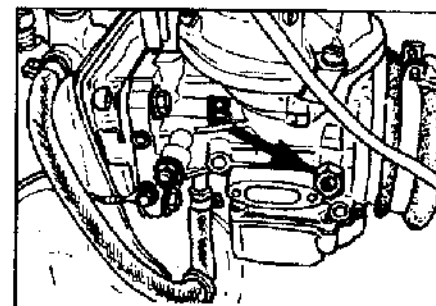
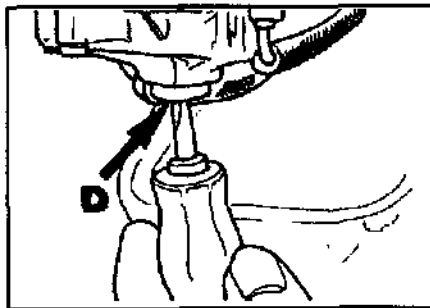

Рис.3 Винт регулировки потока воздуха.
Рис.4 Винт регулировки качества.
- Если значения выходят за пределы нормы, то регулировку необходимо провести, вращая винт (В) на рис.3, вкручивая его. Затем снять пластиковую заглушку с регулировочного винта смеси (D) (Рис.4) и провести регулировку с его помощью.